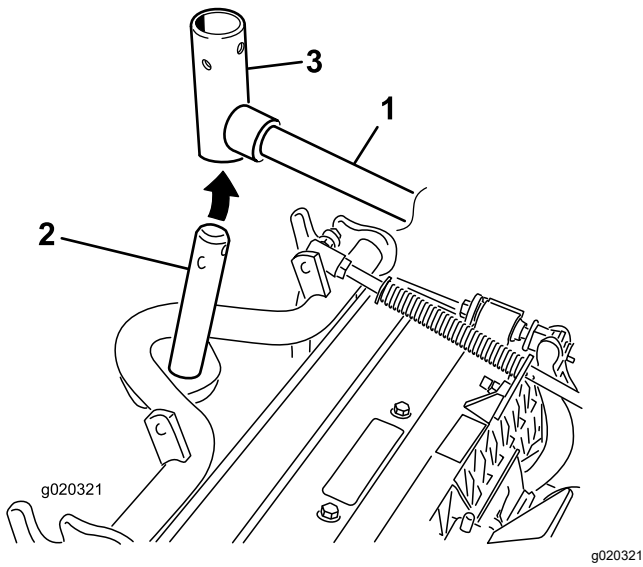

図 10
3. フロントに取り付けるカッティングユニットは、昇降アームの下に入れるときにキャリアフレームのシャフトを昇降アームのピボットヨークに挿入する 図 10。
2. 昇降アームのヨークをキャリアフレームのシャフトに通す 図 10。